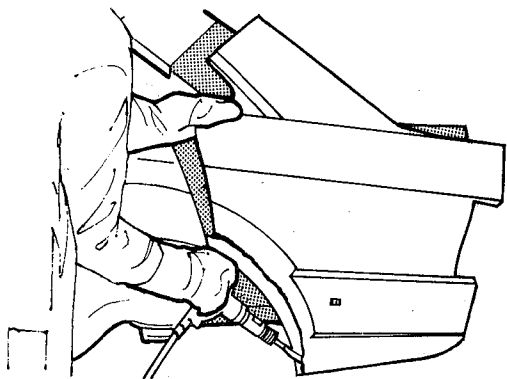

fig. 137
11. Com o auxílio de uma talhadeira pneumática separar a parte danificada do painel lateral, na união com a abertura da janela, caixa da roda e painel lateral interno (fig. 137)